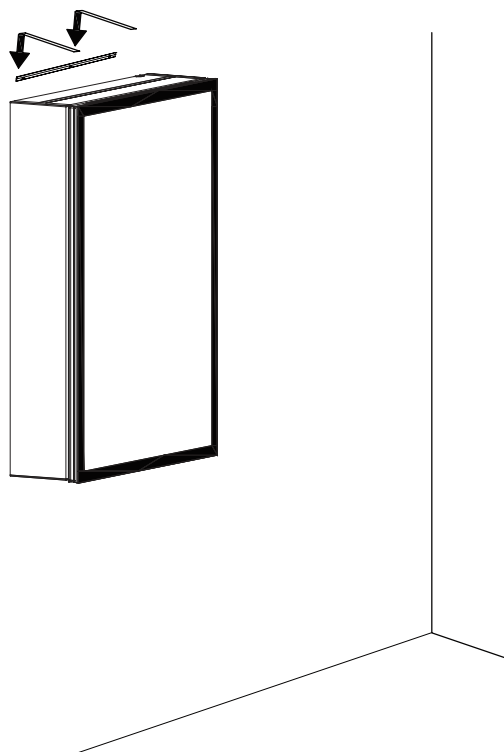

Fig. 7
2.3 Zet ten slotte de hoofdschakelaar aan en controleer of de schakelaar normaal werkt (Fig. 7).